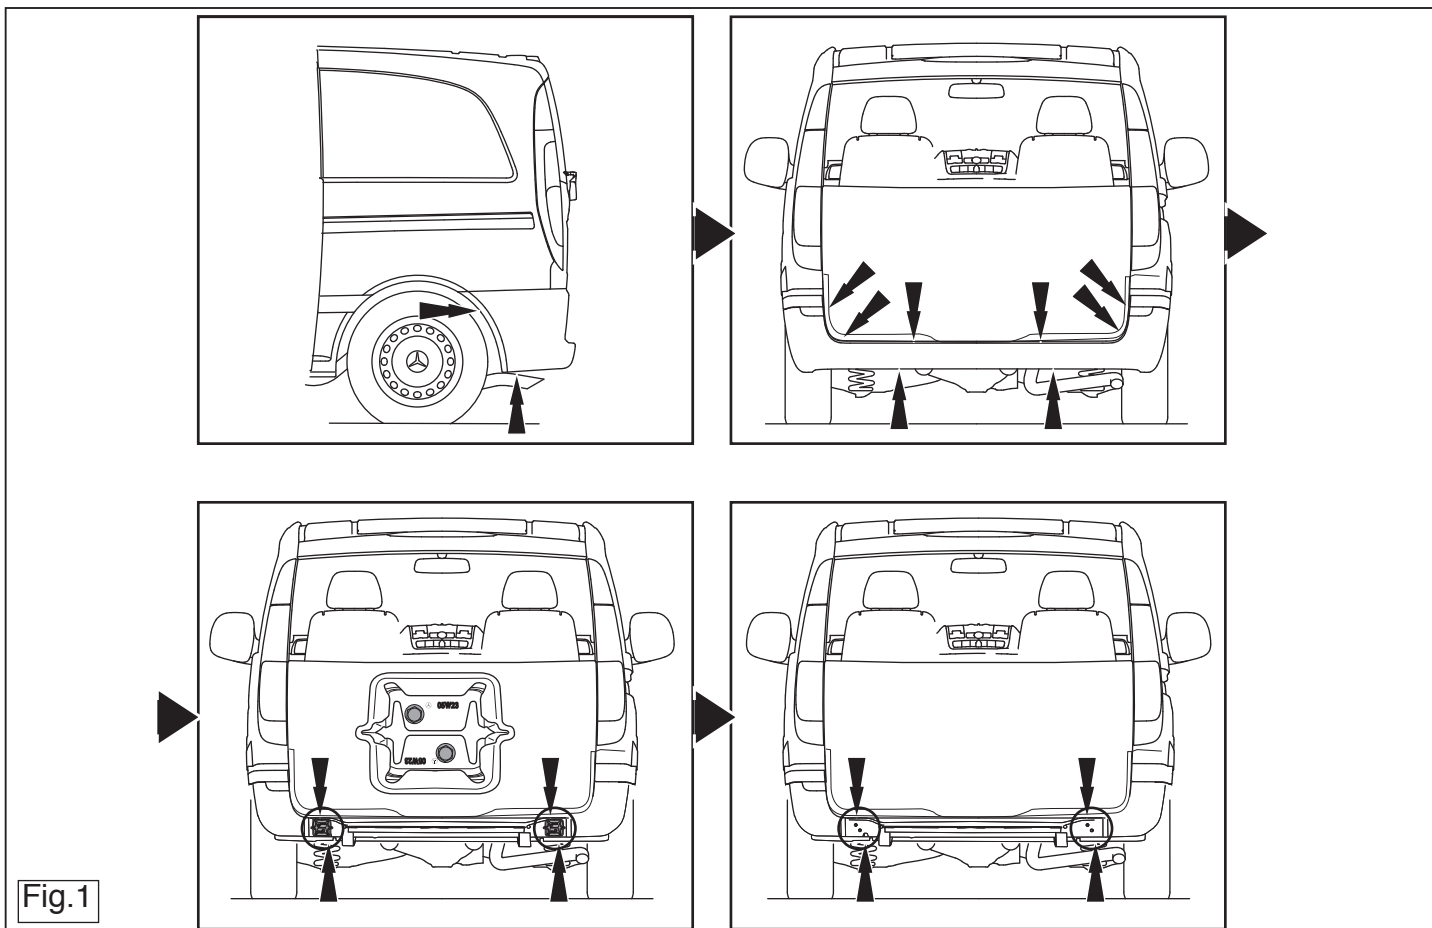

Fig.1
3. Démontez le pare-chocs (Voir la figure 1).
4. Démontez les panneaux de couverture métallique à gauche et à droite au niveau des longérons du châssis. Ils sont fixés avec 4 boulons. Remplacer les boulons. Les panneaux de couverture métallique ne seront pas remontés (Voir la figure 1).
3. Die Stoßstange abmontieren (Siehe Abbildung 1).
4. Die Metallabdeckklappen links und rechts im Bereich des Chassis rahmes demontieren. Diese sind mit 4 Schrauben befestigt. Die Schrauben wieder anbringen. Die Abdeckklappen werden nicht mehr benötigt (Siehe Abbildung 1).
3. Demonter kofangeren (Se fig. 1).
4. Afmonter metalhæfterne til venstre og højre på chassivangerne. Disse er fastgjort med 4 bolte. Sæt boltene tilbage. Hæfterne bliver overflødig (Se fig. 1).
3. Zdemontować zderzak (Patrz rysunek 1).
4. Zdjąć metalową pokrywę panelu po prawej i lewej stronie umiejscowionej w ramie podwozia. Są one montowane z czterema śrubami. Pokrywy nie będą ponownie wykorzystywane (Patrz rysunek 1).